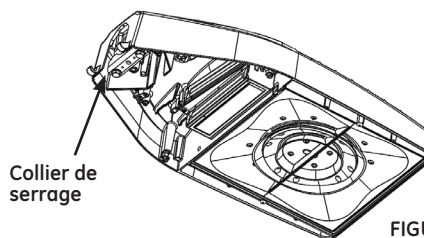

FIGURE 1
- Le collier de serrage (voir la figure 1) accepte un tuyau de 32 mm (1 1/4 po) (1,66 de diam ext.) à 51 mm (2 po) (2,375) de diam. ext. Réglez les deux boulons du collier de serrage afin que l'ouverture du collier soit légèrement plus grande que le diamètre du tuyau qui est utilisé.